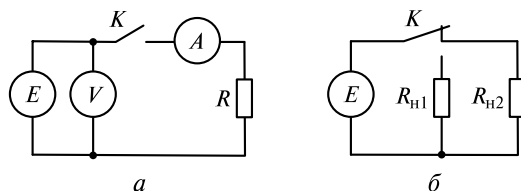

Рис. 1.12. К задачам:
1.70. В электрической цепи, схема замещения которой приведена на рис. 1.12, а, показание вольтметра при разомкнутом ключе K было 25 В. Когда ключ замкнут, показание амперметра составляет 10 А. Определить ЭДС источника, его внутреннее сопротивление, напряжение и мощность потребителя сопротивлением 2,4 Ом.
1.73. В электрической цепи, схема которой соответствует рис. 1.12, б, источник электрической энергии замыкают сначала на потребитель сопротивлением $R_{н1} = 4$ Ом, а затем на потребитель сопротивлением $R_{н2} = 1$ Ом. Найти внутреннее сопротивление источника, если известно, что в каждом случае мощность, выделяемая в потребителе, одинакова.